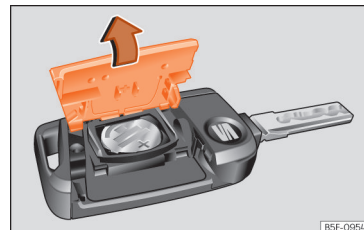

Abb. 74 Fahrzeugschlüssel: Deckel des Batteriefachs öffnen.
- Abdeckung auf der Rückseite des Fahrzeugschlüssels »» Abb. 74 in Pfeilrichtung abnehmen »» ❶.
- Abdeckung wie gezeigt ansetzen »» Abb. 74 und entgegen der Pfeilrichtung auf das Fahrzeugschlüsselgehäuse drücken, bis sie einrastet.